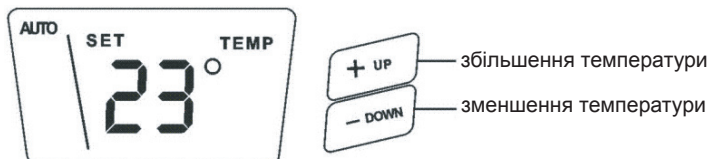

Рис. 3
5.5. Установка термостату (Рис. 3):